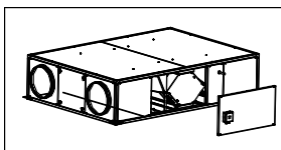

Рис. 5
7. Встановіть байпас назад у його корпус (рис. 5), закрийте панель і запустіть пристрій.